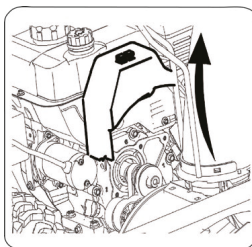
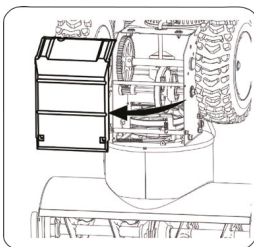

Рис.1
Рис.2
2. Установите желоб на устройство, посадите конец желоба (рис.1 С) на основание (рис.2 А). Убедитесь, что опорная планка желоба (рис.1 В) находится в правильном положении относительно основания (рис.2 В).
3. Закрепите опорную планку желоба (рис.1 В) на основание (рис.2 В) с помощью двух болтов и металлической пластины.
1. Снимите крышку ремня в передней части двигателя, открутив два самореза (Рис. 1).
2. Осторожно переверните снегоборщик вверх так, чтобы он опирался на корпус шнека (Рис. 2).
1. Снимите крышку ремня на передней части двигателя, открутив два самореза (Рис. 1).
2. Осторожно переверните снегоуборщик так, чтобы он опирался на корпус шнека. Снимите крышку рамы с нижней стороны снегоуборщика, открутив четыре самореза, которыми она крепится. (Рис. 2)